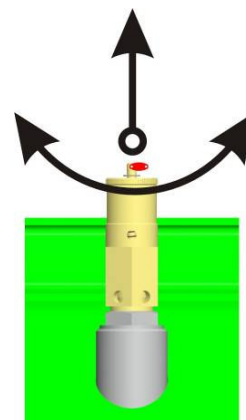

Рис.10
7.3. Контроль предохранительного клапана (Рис. 10)